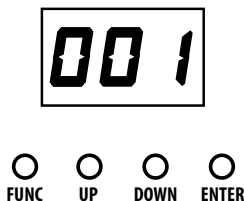

Fig.8
1. Collegare l'uscita DMX OUTPUT (9) dell'unità principale con l'ingresso DMX INPUT (10) dell'unità secondaria servendosi di un cavo XLR a 3 poli.
- Per poter entrare nella modalità DMX, premere il tasto FUNC fino a quando sul display non appare l'indirizzo lampeggiante DMX [00 1] (fig.8).